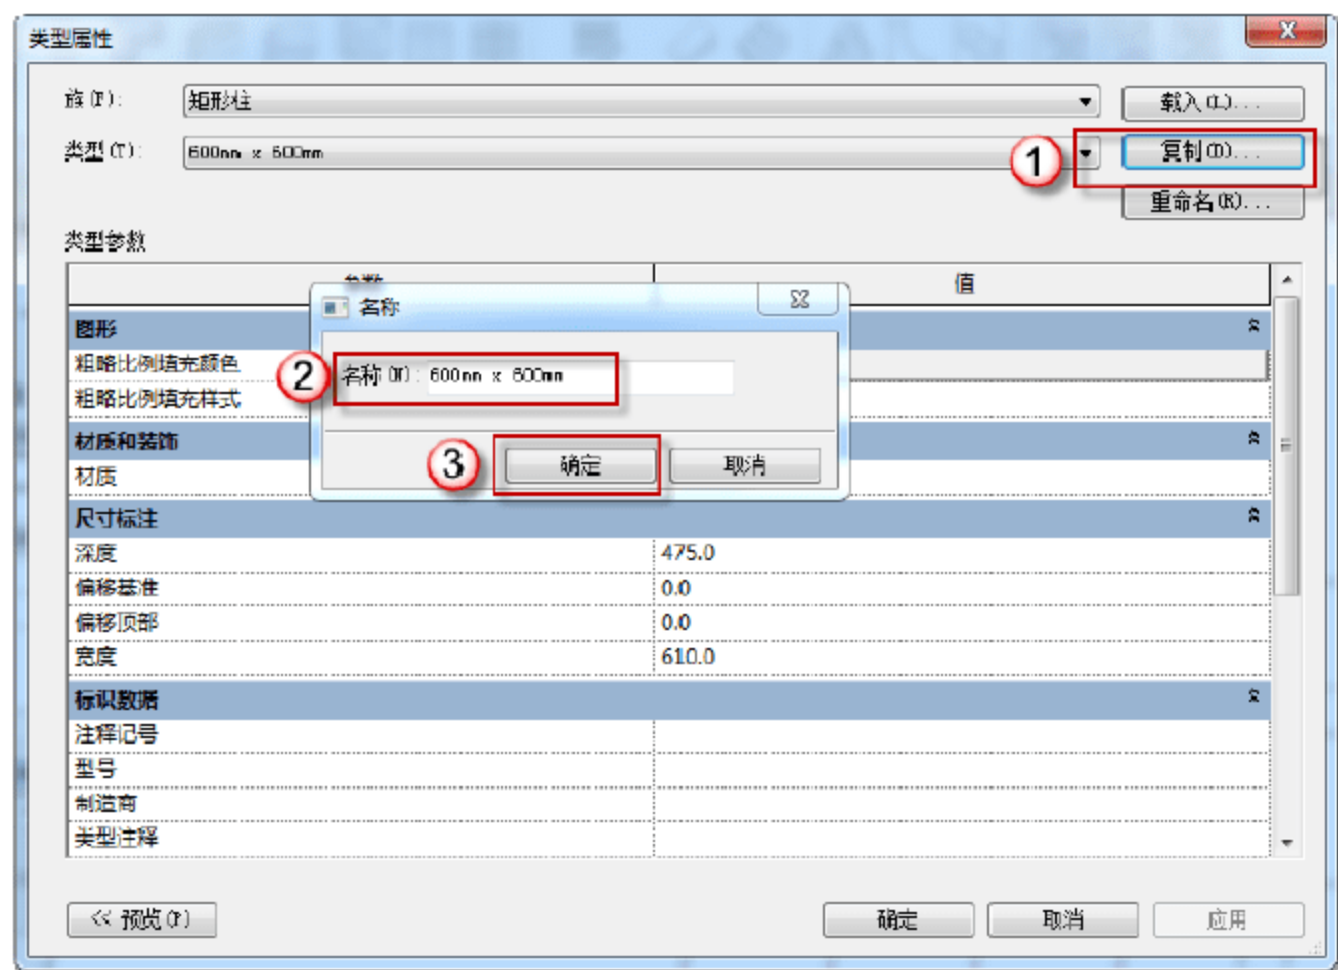

图 9.1.5 复制“600mm×600mm”柱
(5) 复制创建“600mm×600mm”族类型。在弹出的“类型属性”对话框中，单击“复制”按钮，在弹出的“名称”对话框中，在“名称”后输入“600mm×600mm”字样，单击“确定”按钮，如图 9.1.5 所示。